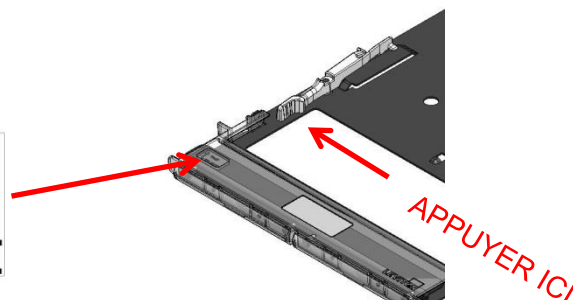

Figure 13
2. Appuyer sur le levier de la manière illustrée et pousser la plateau vers l'arrière, jusqu'à ce que la languette de retenue du couvercle porte-étiquette arrive à l'égalité des parois latérales du plateau (figure 13).